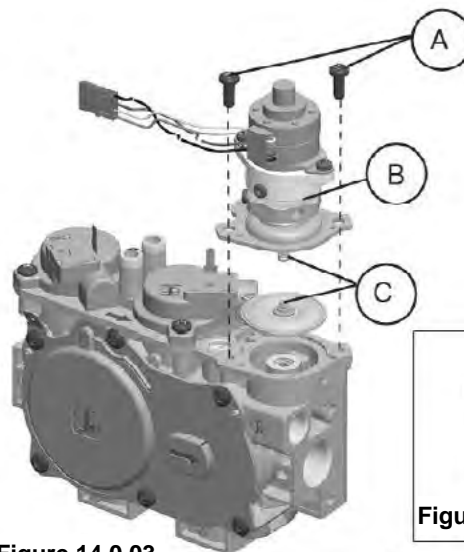

Figure 14.0.03
- Ensemble du régulateur de pression (E)
- Deux (2) vis (F)
- Étiquette d'identification (G)
2. Voir Figure 14.0.03 ci-contre. Avec un tournevis Torx T20 ou pour écrou à fentes, retirez et jetez les deux (2) vis de fixation (A) du régulateur de pression, la tour du régulateur de pression (B) et l'ensemble ressort-diaphragme (C) (si applicable).